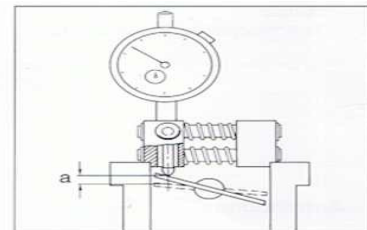

Bild 6
1. Drosselklappengrundeinstellung (Drosselklappenanhebung "a") II.Stufe, siehe Bild 6.